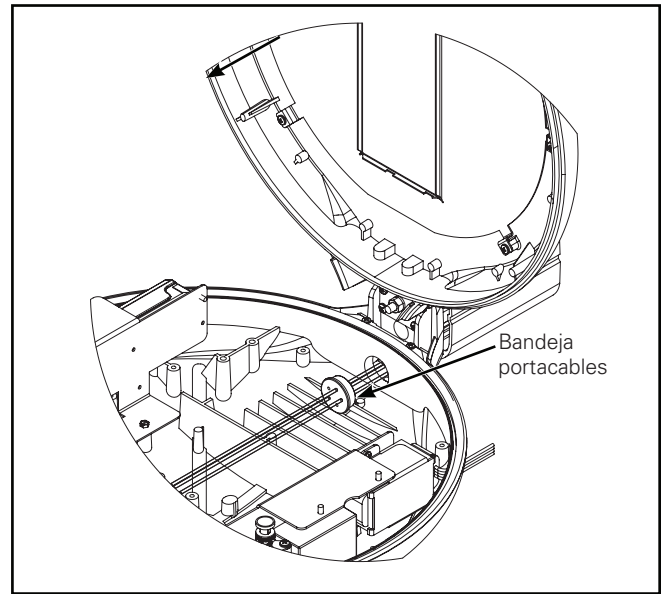
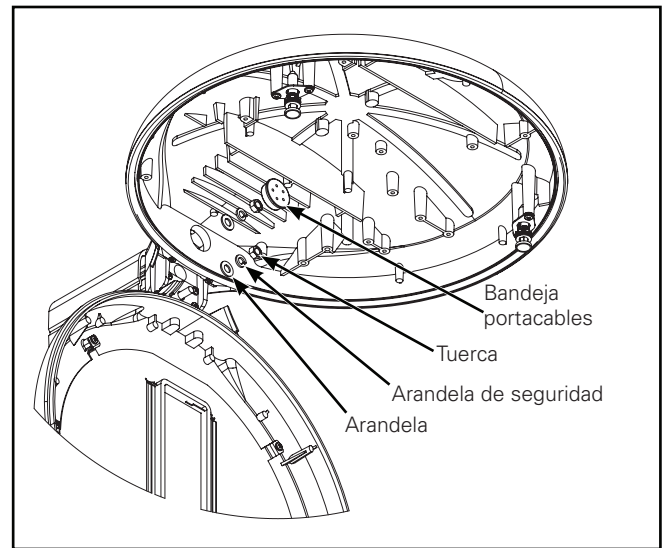

Figura 3A.
Figura 3B.
Colocación del armazón al brazo (Figura 3A - 3B.)
1. Remueva la bandeja de portacables del armazón. Mueva los cables de la luminaria hacia un lado para acceder a las varillas roscadas a través del armazón del dispositivo (Figura 3A). Alimente los cables de la luminaria a través del brazo. Deslice el armazón sobre las varillas roscadas y fíjelo con las arandelas, las arandelas de seguridad y las tuercas hexagonales. Apriete las tuercas hexagonales de la siguiente manera: Icono de mediano (ICM) - 450 in-lbs, Icono pequeño (ICS) - 130 in-lbs. (Figura 3B). Vuelva a instalar la bandeja portacables en el portacables en el armazón.